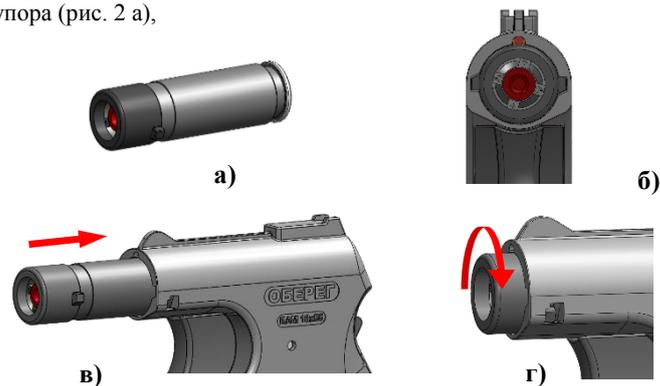

Рис. 2
4.2. Устройство снаряжается двумя БАМами. Для снаряжения устройства необходимо установить БАМ 18x55 в фиксатор 6 до упора (рис. 2 а),
после чего, совместив пазы в корпусе 1 и ответные выступы в фиксаторе 6 (рис. 2 б), вставить БАМ до упора в любой канал устройства (рис. 2 в). Для фиксации БАМа в канале устройства необходимо повернуть фиксатор (рис. 2 г) по часовой стрелке, зафиксировав его в пазе канала устройства. По такой же схеме снарядить второй канал. Устройство готово к использованию.